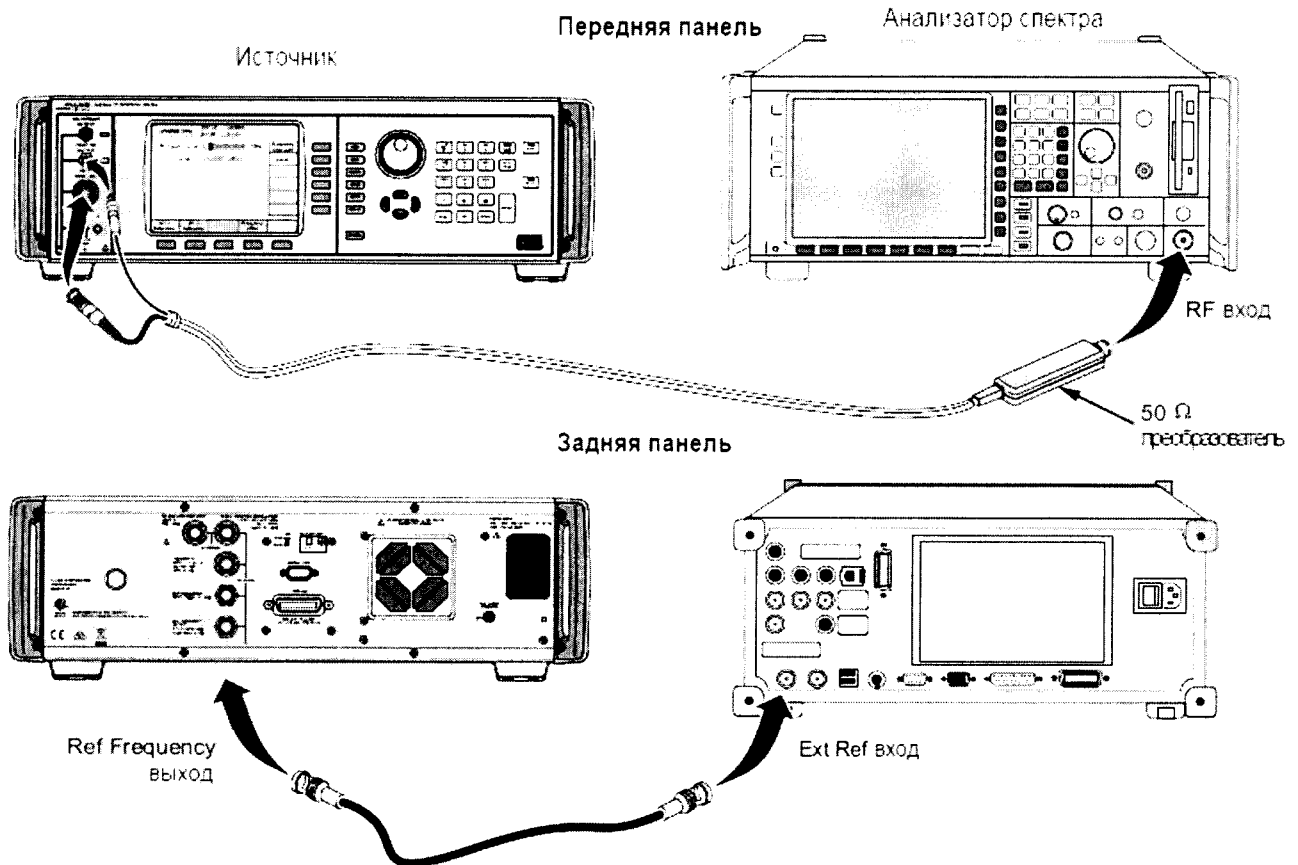

Рисунок 7.
8.12.1 Соединить выход 50 Ом измерительного преобразователя со входом RF INPUT анализатора спектра через аттенюатор 6 дБ (рисунок 7).